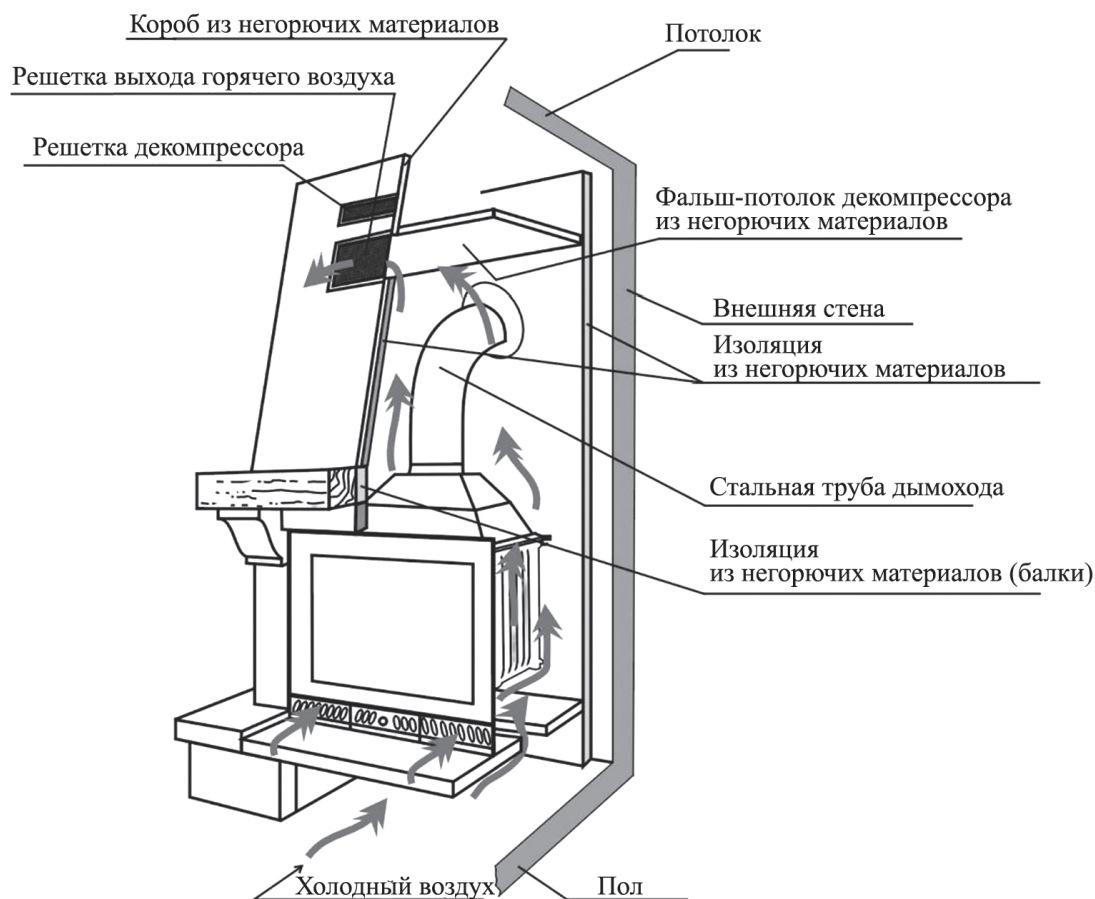

Рис. 1. Примерный способ установки каминной топки
2. Обеспечить приток воздуха под топку, а также его выход через решетки над топкой, площадью  $0,15 \text{ м}^2$  – решетки выхода теплого воздуха должны быть так смонтированы, чтобы они не могли засориться (рис. 1, 4).
лицовки) должна иметь высоту около 30–50 см, начиная от потолка (рис. 1, 3, 4).